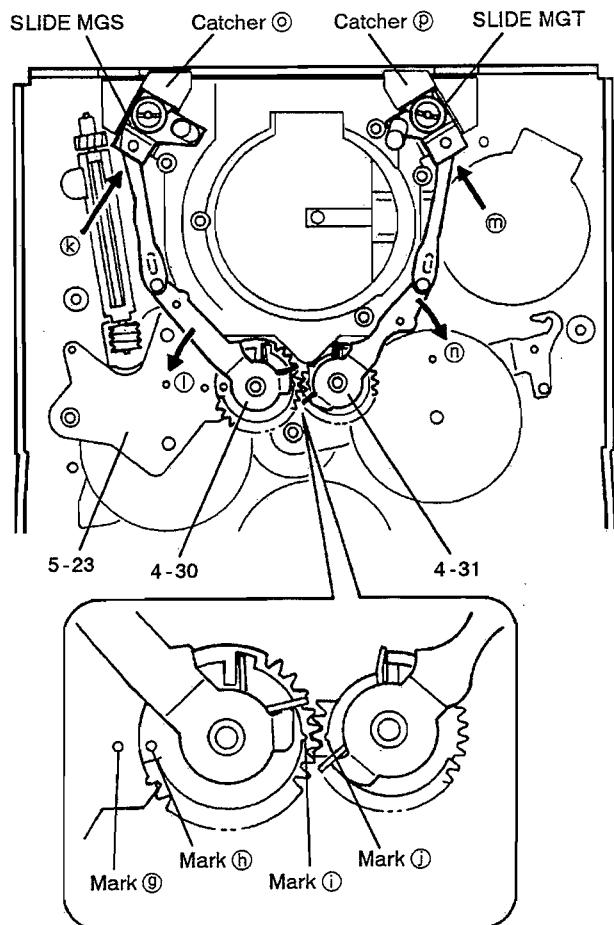

Fig. 5
- 1). As shown in Fig. 5, install 4-30 so that mark ⑩ on 4-30 is aligned with mark ⑨ on 5-23.
- 2). Insert SLIDE MGS into the groove of catcher ⑩ by pushing it from the direction of arrow ⑪.
- 1). As shown in Fig. 5, install 4-31 so that mark ⑪ on 4-31 is aligned with mark ⑩ on 4-30.
- 2). Insert SLIDE MGT into the groove of catcher ⑪ by pushing it from the direction of arrow ⑫.
- 1). 図 5 のように、4-30 のマーク ⑩と 5-23 のマーク ⑨が一致するように 4-30 を取り付ける。
- 2). SLIDE MGS を矢印 ⑪の方向からキャッチャー ⑩の溝に挿入する。(4-30 のレバーを片方の指で矢印 ⑫の方向に戻しながら他方の指で SLIDE MGS をキャッチャー ⑩の溝に挿入し、指を離します。)
- 1). 図 5 のように、4-31 のマーク ⑪と 4-30 のマーク ⑩が一致するように 4-31 を取り付ける。
- 2). SLIDE MGT を矢印 ⑫の方向からキャッチャー ⑪の溝に挿入する。(4-31 のレバーを片方の指で矢印 ⑬の方向に戻しながら他方の指で SLIDE MGT をキャッチャー ⑪の溝に挿入し、指を離します。)